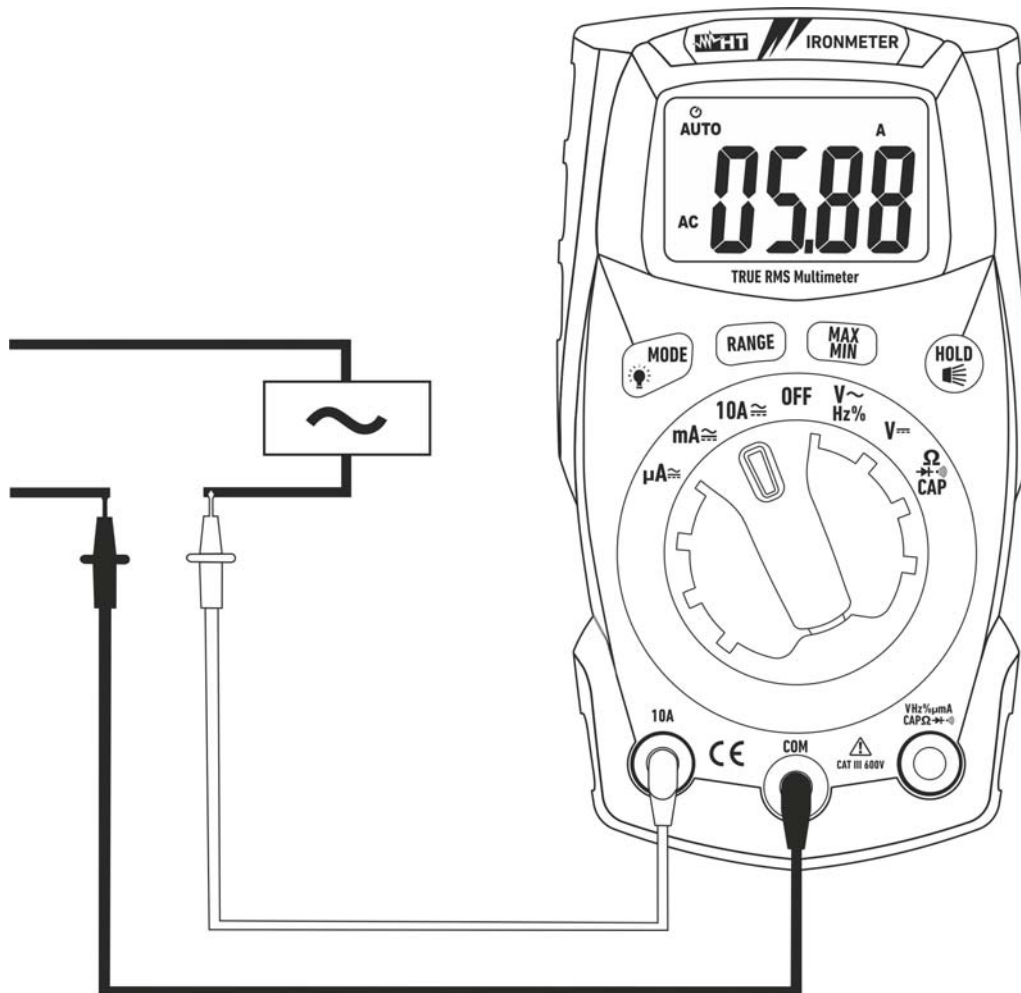

Fig. 9: Uso dello strumento per misura di Corrente AC
4. Collegare il puntale rosso ed il puntale nero in serie al circuito di cui si vuole misurare la corrente rispettando la polarità ed il verso della corrente (vedere Fig. 9).